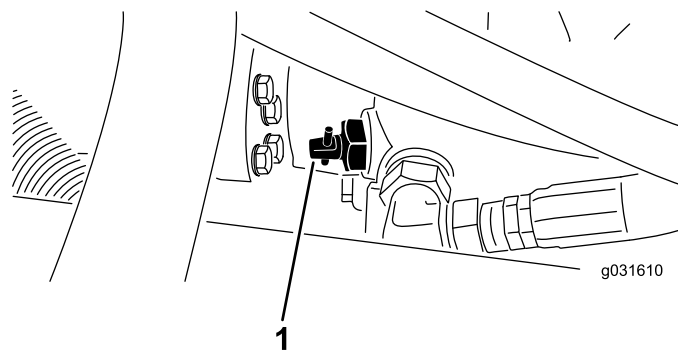

Bild 30
1. Suchen Sie das Sicherheitsventil an der Pumpe (Bild 30) und lösen Sie es durch Drehen um 90° (¼ Umdrehung).